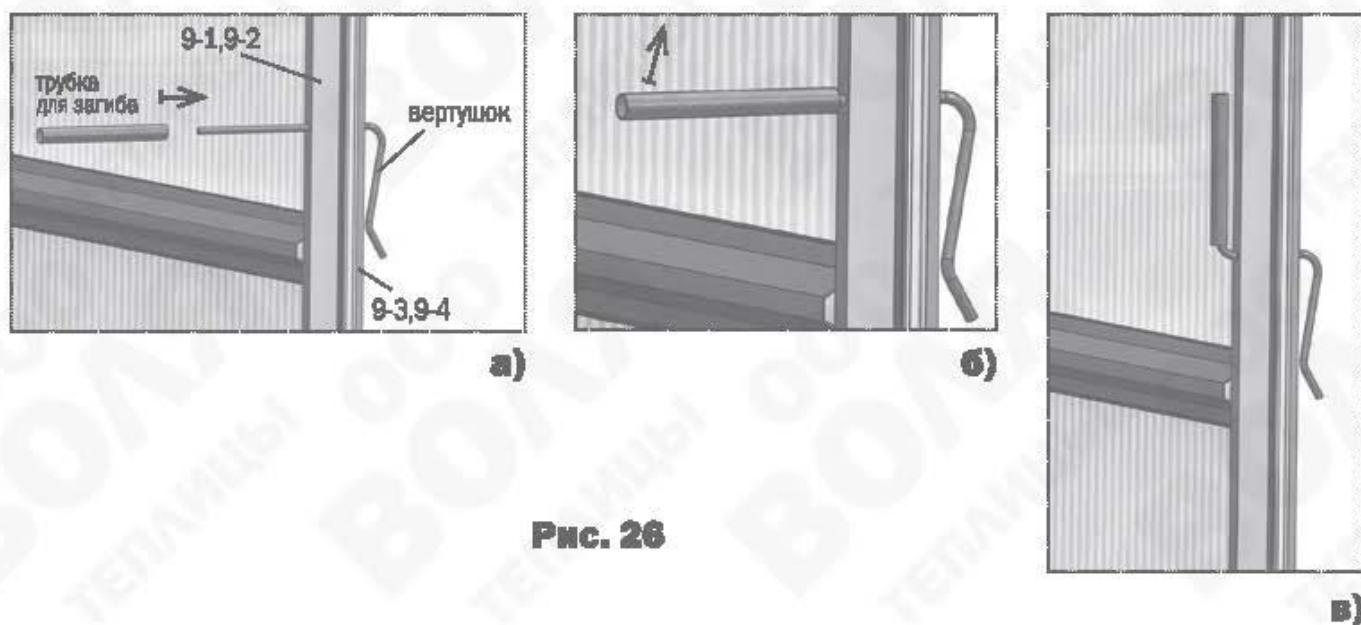

Рис. 26
- 8.** Проволочный вертужок для запирания дверей и форточек вставляется в отверстия стоек дверного проема прямым концом с наружной стороны до упора. С помощью трубы выполняется загиб внутреннего прямолинейного конца рукой вверх (**рис. 26**). Такая конструкция вертужка позволяет упруго прижимать двери и форточки торцов в закрытом состоянии, находясь как снаружи так и внутри теплицы.